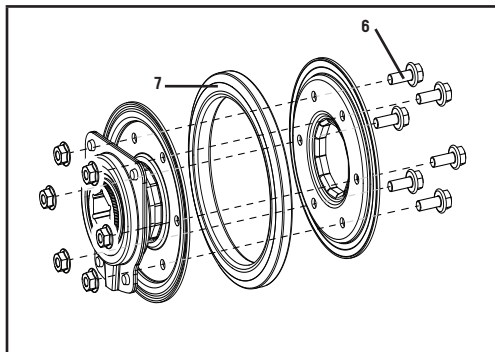

Figure 48
6. Dévissez les 6 boulons M6 × 16 (6) de l'assemblage du disque d'embrayage afin de jeter l'anneau en caoutchouc utilisé de la roue de friction (7) et de le remplacer par un anneau neuf. (figure 48).